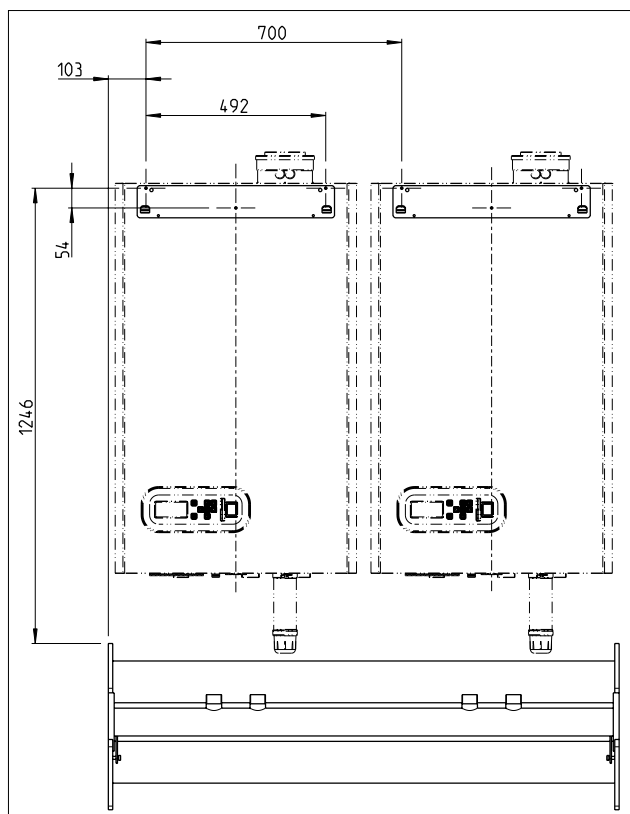

Figure 5.1.c mesures en mm
Soulevez la chaudière uniquement par les poignées spéciales sur le panneau inférieur (1) et soutenez la chaudière par son panneau arrière (2). Voir figure 5.1.d.